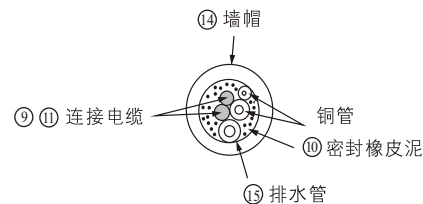
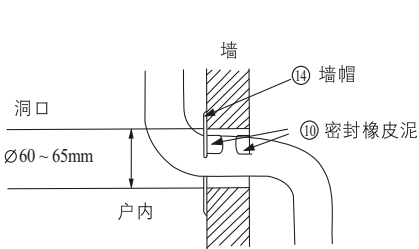
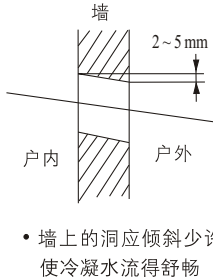

图34
图32
图 33
- 2 用附件⑭墙帽及附件⑩密封橡皮泥来整理墙上的洞,如图32、图33及图34。